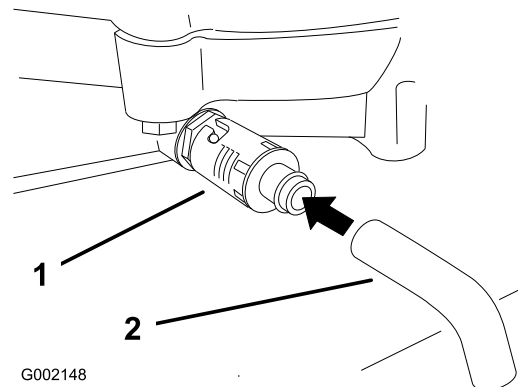

Figure 22
4. Placez un bac sous la vidange. Tournez le robinet de vidange d'huile pour permettre à l'huile de s'écouler (Figure 22).